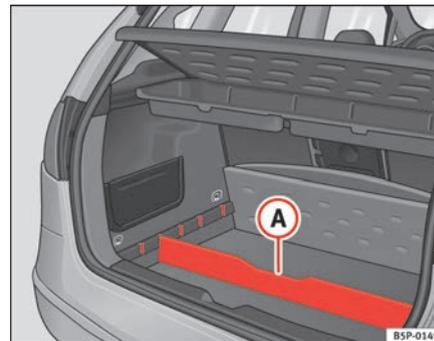

Fig. 106 Separador do piso da bagageira
- Colocar o separador **A** ⇒ **fig. 106** nas ranhuras laterais, consoante o tamanho dos objectos a transportar. Debaxo do porta-objects encontram-se as ferramentas de bordo e a roda sobressalente.